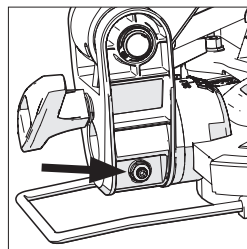

Abb. 10
- Verwenden Sie einen Innensechskantschlüssel, um die Einstellschraube je nach Bedarf nach innen oder außen zu verstellen (**Abb. 10**).